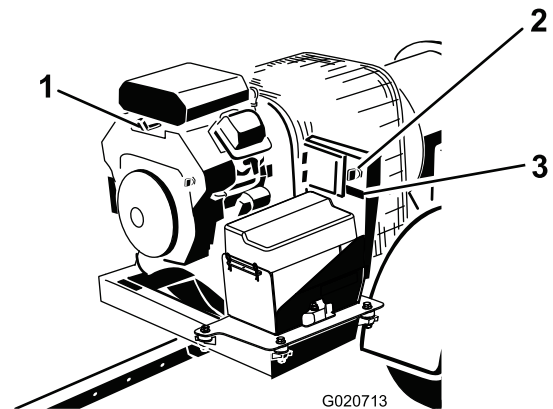

Figura 8
L'interruttore di accensione (Figura 8), utilizzato per avviare e arrestare il motore, presenta tre posizioni: OFF, RUN e START (spento, marcia e avvio). Girate la chiave in senso orario, in posizione di avvio (START), per azionare il motorino di avviamento. Rilasciate la chiave una volta avviato il motore. La chiave ritorna automaticamente in posizione di marcia (ON). Per spegnere il motore, girate la chiave in senso antiorario in posizione di spegnimento (OFF).
Per avviare un motore a freddo, spostare la leva di comando dello starter (Figura 8) in posizione ON.
Il contaore (Figura 8) indica le ore totali di funzionamento della macchina.